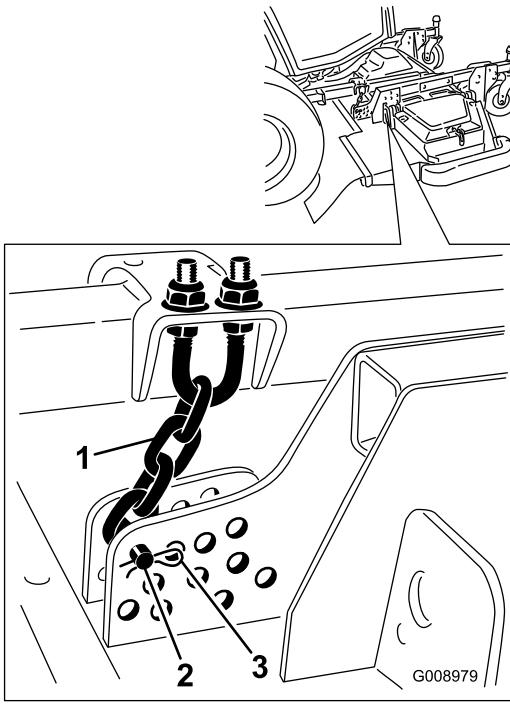

Bild 103
4. Entfernen Sie den Splint und den Lastösenbolzen, mit denen die Schnithöhenkette an der Rückseite des Mähwerks befestigt ist (Bild 103).